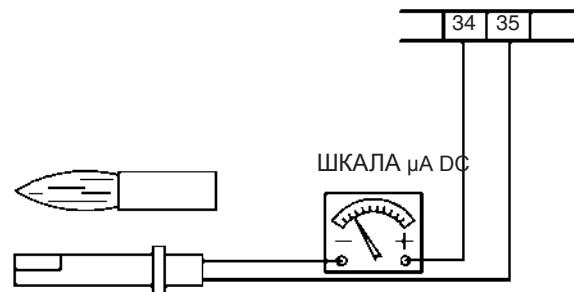

Рис. 26
- Проверить и тщательно почистить фотодиод улавливания пламени, если необходимо заменить его. В случае возникновения сомнения, проверить контур улавливания пламени после установки на место горелки и ввода ее в действие, следуя схеме на Рис. 26;